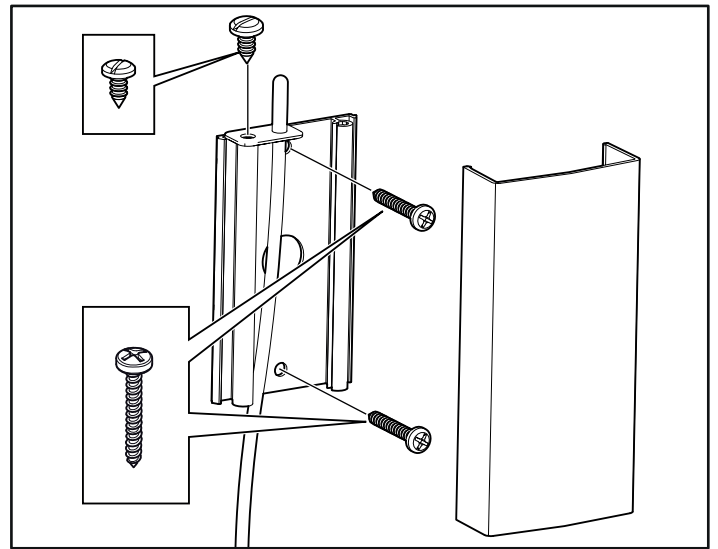
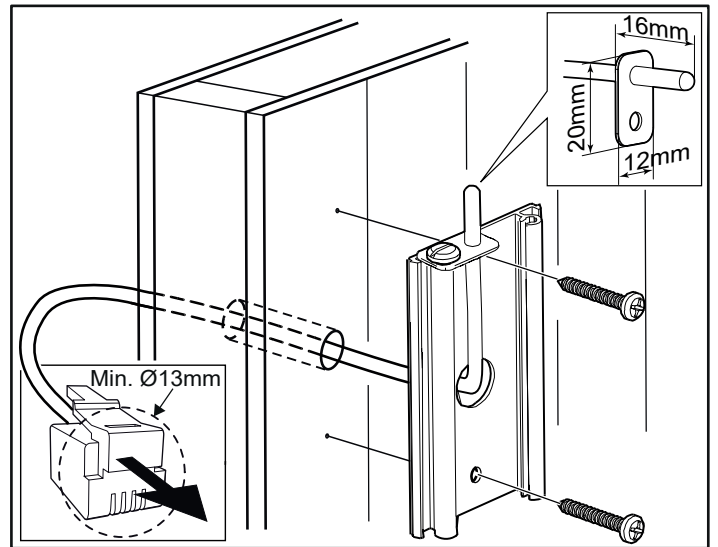

Abbildung 15: Montage des Sensors
Abbildung 16: Kabelführung durch die Wand.
9. Montieren Sie den Sensor an der Wand (siehe Abb. 15). Das Thermistorkabel kann ebenfalls durch die Wand geführt werden. Dichten Sie hinter dem Sensor befindliche Löcher in der Wand ab (siehe Abbildung 16). Außerhalb der Sauna kann das Thermistorkabel mit einem Niederspannungskabel (2-adrig) verlängert werden.